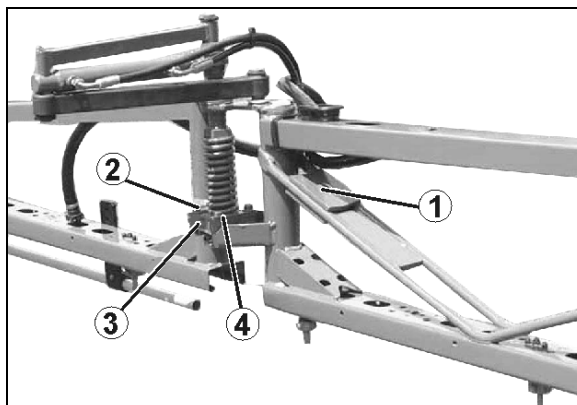

Fig. 171
1. Oliestanden skal være synlig i markeringen (Fig. 171/1), når pumpen står stille i vandret position.
2. Dækslet (Fig. 171/2) tages af og olie fyldes på, hvis oliestanden ikke er synlig i markeringen (Fig. 171/1).
2. Dækslet (Fig. 171/2) afmonteres.
5. Indgangsakslen drejes henholdsvis til højre og venstre. Samtidig hældes der langsomt nyt olie på. Den korrekte oliemængde er hældt på, når olien er synlig i markeringen (Fig. 171/1).